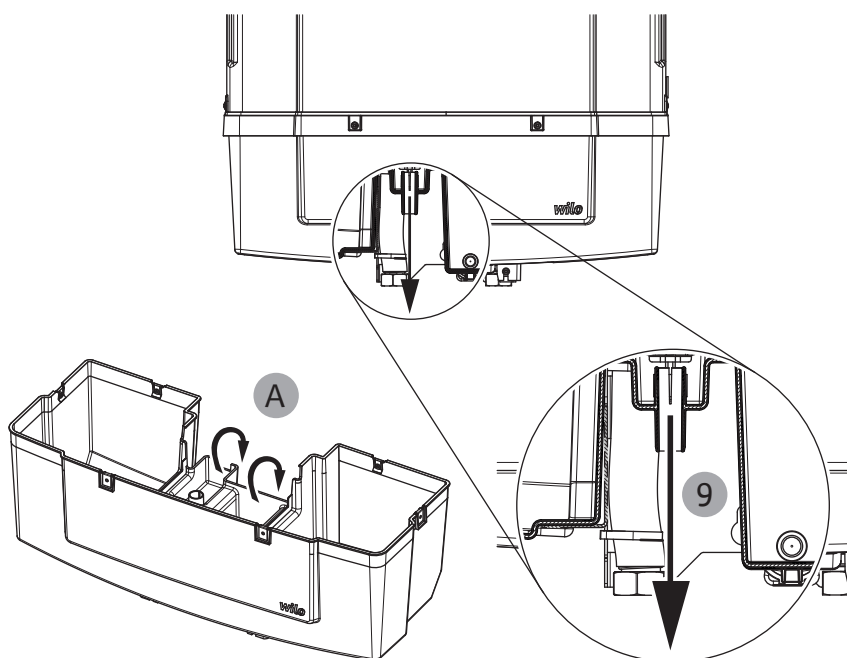

Fig. 11: Prepád
- Pod zariadenie neumiestňujte alebo neinštalujte žiadne prístroje alebo predmety. Systém je vybavený integrovaným prepacom (Fig. 11, pol. A).